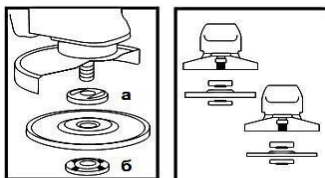

Рисунок 2
- 4.4 Встановіть на виріб шліфувальний або відрізний круг. Для цього натисніть на кнопку фіксації шпинделя (1) і поверніть його до такого положення, при якому він зафіксується. За допомогою вилючного ключа з комплекту виробу відверніть і зніміть затискну гайку (б) (дивіться рисунок 2). Ключ, для більшої зручності можна розмістити у спеціальному отворі рукоятки (4). Встановіть шліфувальний диск на посадкове місце фланцевої шайби (а) (рисунок 2), наживіть рукою затискну гайку на шпindel і затягніть її ключем з комплекту приладу.